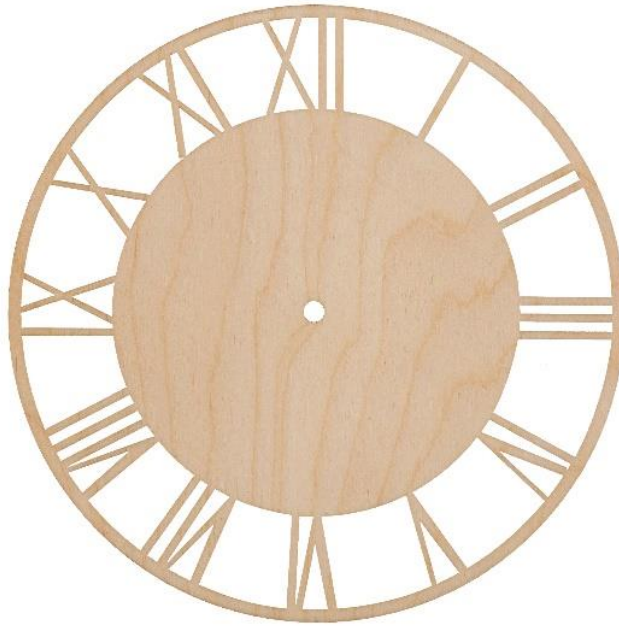

Рис. 1
**Сконструируйте и изготовьте основание для часов (рис.1).**
3. С помощью образца (рис. 1) и собственных идей разработать чертёж основания часов в масштабе 1 : 1.